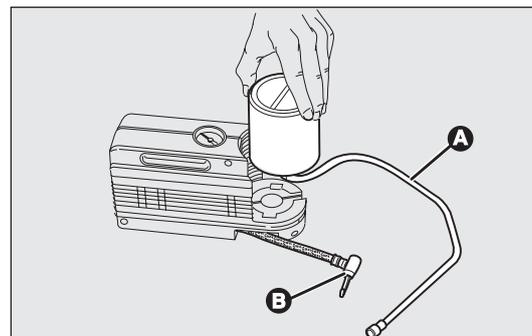

fig. 148
- disinserire l'innesto B-fig. 148;